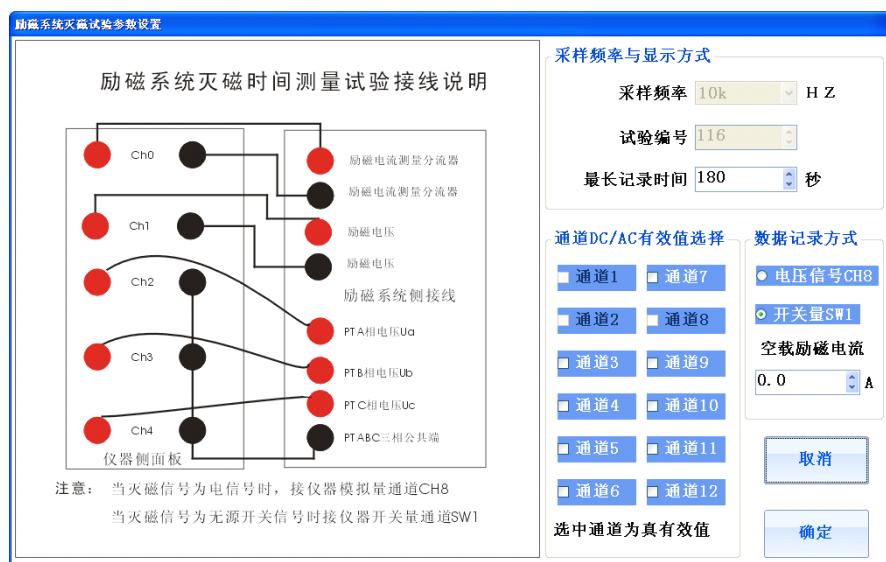

图 38 灭磁试验参数设置
1) 按照图 38 所示的试验参数设置界面连接测试线,获取测试信号